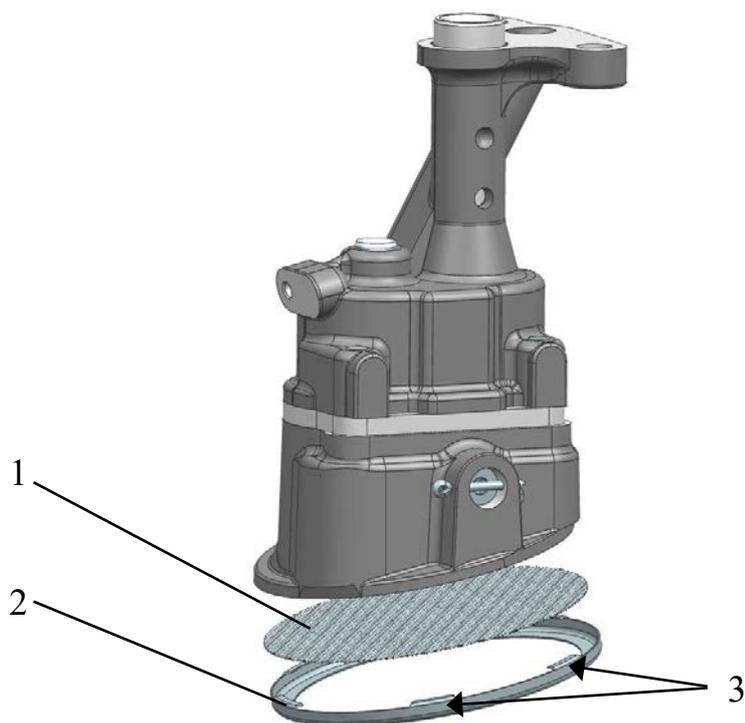

Рис.97. Снятие каркаса с сеткой масляного насоса:
- отогнуть усы каркаса сетки, снять каркас и сетку (рис.97);